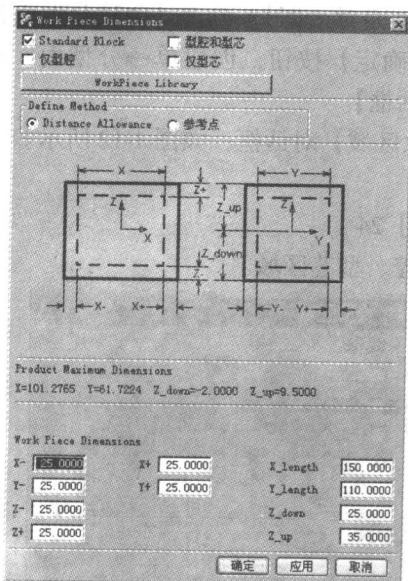

图 1-7 【Work Piece Dimensions】对话框
6) 单击【Work Piece】(毛坯)图标, 系统弹出【Work Piece Dimensions】对话框, 使用默认的选项, 如图 1-7 所示(型芯厚度相对实际加工较薄, 此处仅用